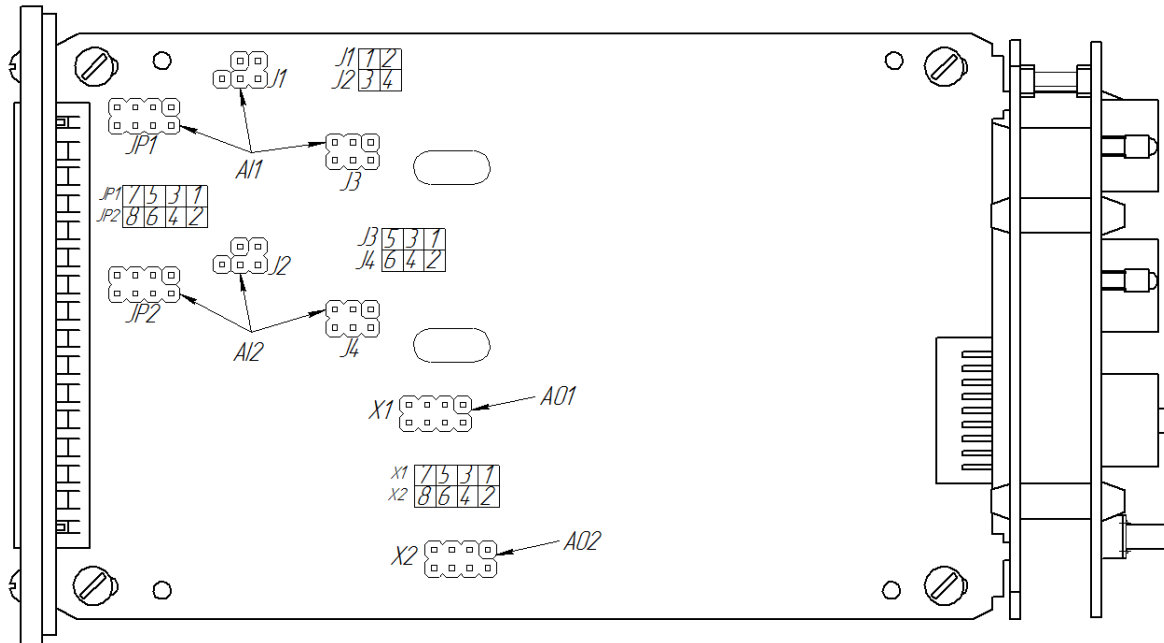

Рисунок 4.9.1 – Положение перемычек на плате входов
- установить положение переключателей на модуле универсальных входов в положение согласно выбранного типа входного сигнала (таблица 4.9.1, рисунок 4.9.1).
Диапазон аналоговых выходов AO1 и AO2, настраивается перемычками X1 и X2 (см. рисунок 4.9.1) на модуле универсальных входов/выходов. Типы выходного сигнала и соответствующие положения перемычек приведены в таблице 4.9.2.